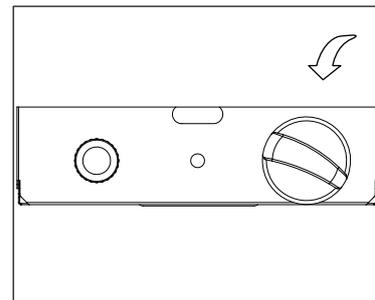

Figura 5
- Presione la perilla de control y gírela hacia la posición "HIGH", y luego suéltela. Si desea una temperatura más baja, presione la perilla de control y gírela en dirección contraria a las manecillas del reloj hasta la posición "LOW" (Figura 5).